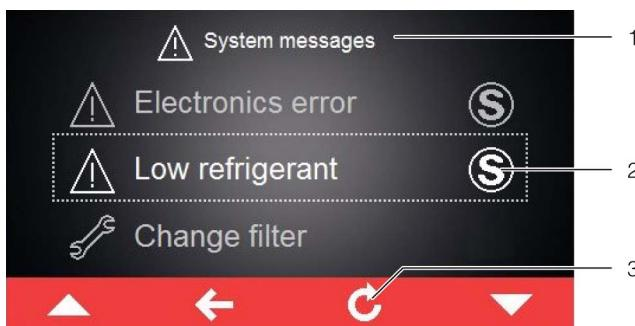

Imagen 30: Pantalla con indicación de fallo
Si se genera una indicación de fallo que no puede ser solucionada por el usuario o que no desaparece por si sola, aparecerá el símbolo «Servicio» junto a la indicación de fallo, así como en la barra de mando junto al símbolo para indicaciones de sistema (Imagen 30, pos. 2).